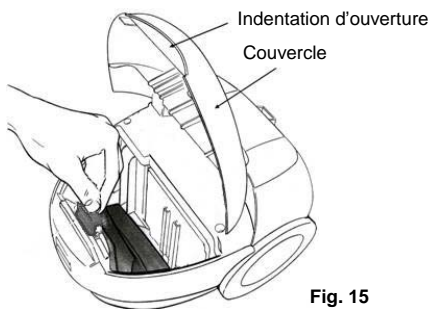

Fig. 15
1. Pour ouvrir l'unité centrale, tirez sur l'indentation d'ouverture. (Fig. 15)